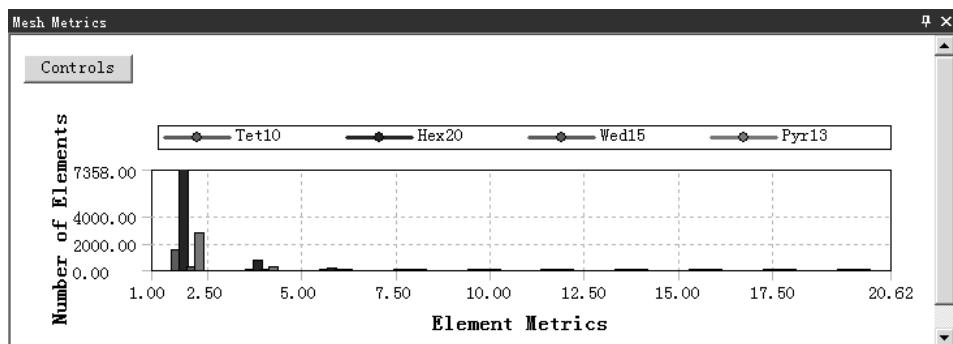

图 5.4.11 检查结果统计图表 (三)
- ◆ 雅克比率 (Jacobian Ratio)。雅克比率适应性较广, 一般用于处理带有中节点的单元, 选择此选项, 在信息栏中打开图 5.4.11 所示的检查结果统计表 (三)。